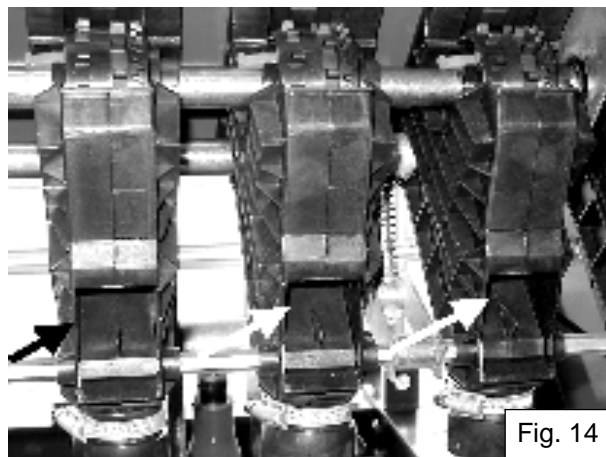

Fig. 14
- Aprire gli sportelli di svuotamento (fig. 14).